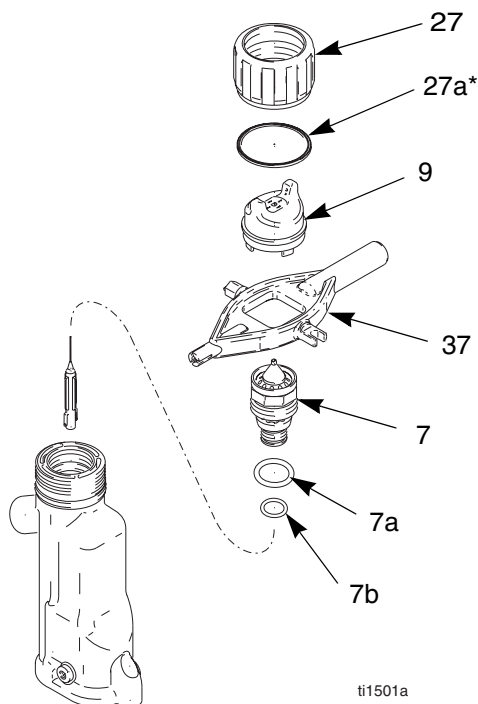

Fig. 24. Sostituzione del cappello aria/ugello
2. Rimuovere l'anello di ritenzione (27) e il cappello aria (9). Vedere FIG. 24.
3. Puntare la punta della pistola verso l'alto e premere il grilletto durante la rimozione dell'ugello del fluido (7) con l'utensile multiuso (37).